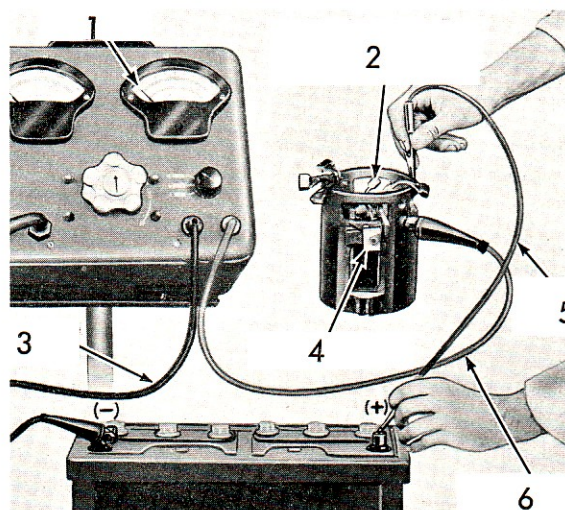

Fig. 33.
1. **Démarreurs Ø115 mm :** Exécuter les stades 1 à 7 décrits dans le processus de démontage page 32 et voir Fig. 33 pour procéder à l'essai.